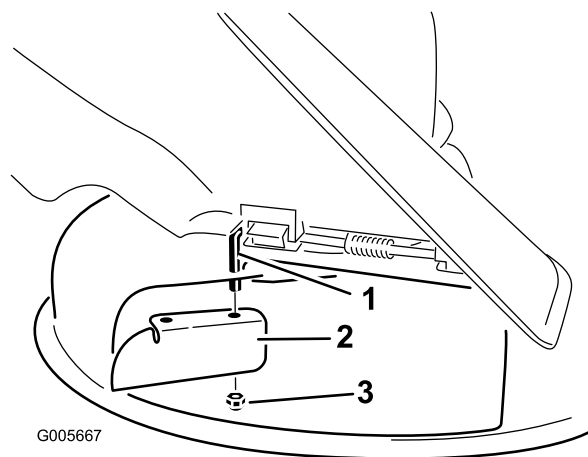

Figura 27
7. Installate il deflettore di scarico sull'asta di rotazione visibile (Figura 27).
3. Staccate il deflettore di scarico dal piatto di taglio (Figura 27).